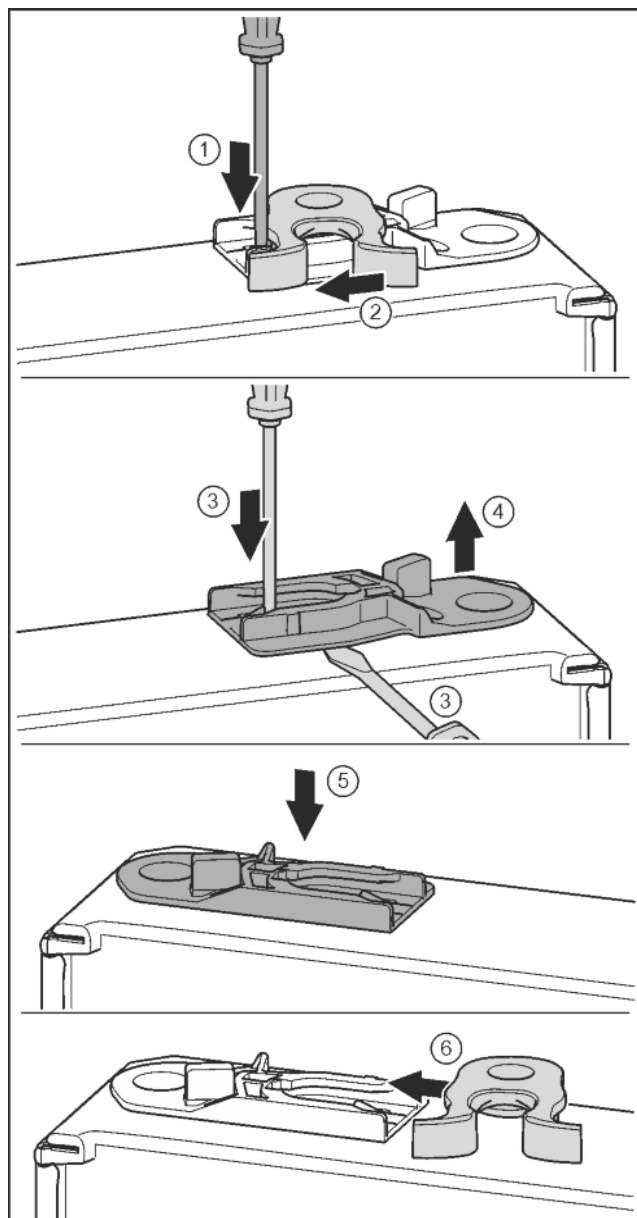

Fig. 19
- Odvijačem s prorezom pritisnite jezičac prema dolje. Fig. 19 (1)
- Izvucite kuku za zatvaranje iz vodilice. Fig. 19 (2)
- Izvucite čahuru za vođenje: Odvijačem s prorezom pritisnite jezičac i istovremeno umetnite odvijač s prorezom ispod čahure za vođenje. Fig. 19 (3, 4)
- Gurnite čahuru za vođenje koja je uključena u isporuku na drugoj strani uređaja. Fig. 19 (5)
- Gurnite kuku za zatvaranje u vodilicu. Fig. 19 (6)